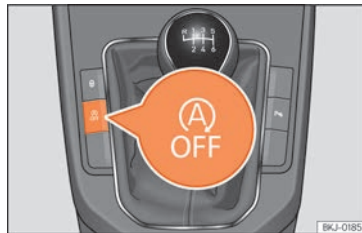

Abb. 226 Mittelkonsole: Systemtaste Start-Stopp.
- Um das Start-Stopp-System manuell aus-/einzuschalten, drücken Sie die Taste  **»» Abb. 226.**